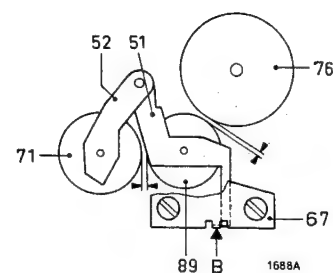

Fig. 15
4. Levier du galet intermédiaire 51 (voir fig. 15)